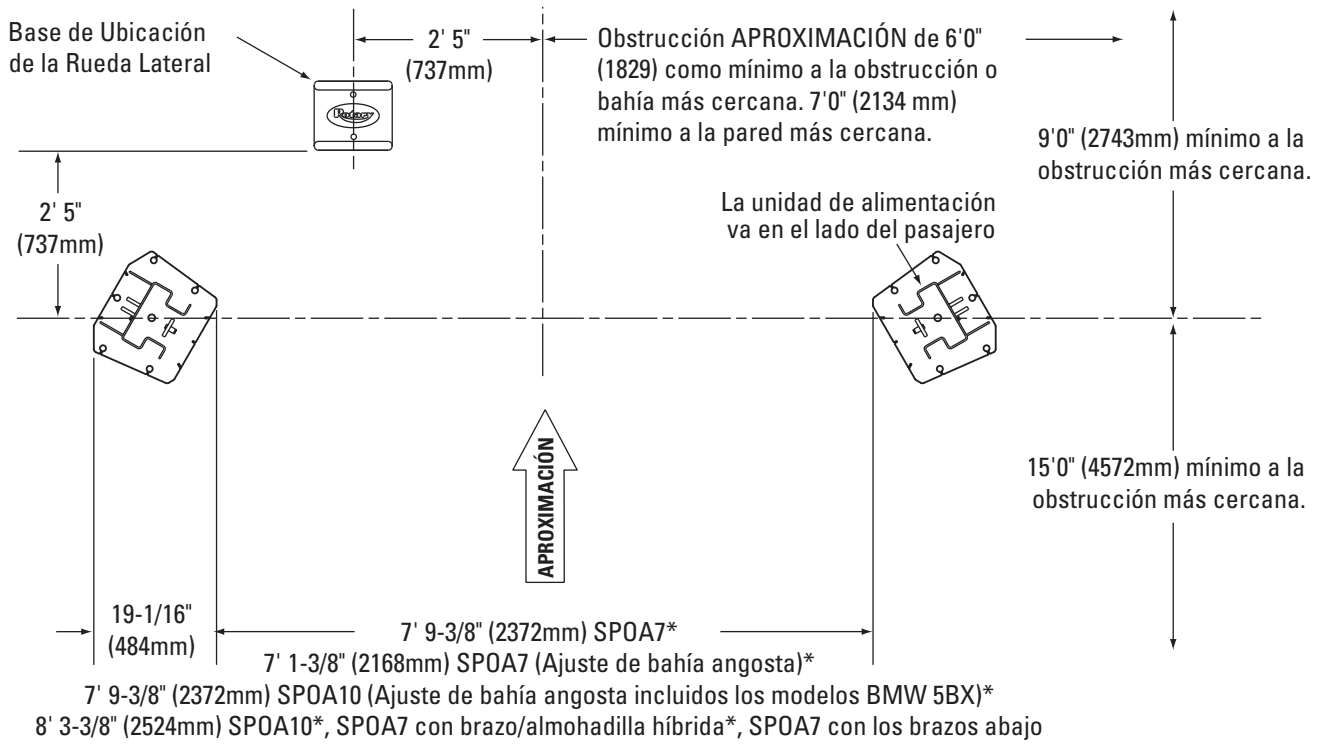
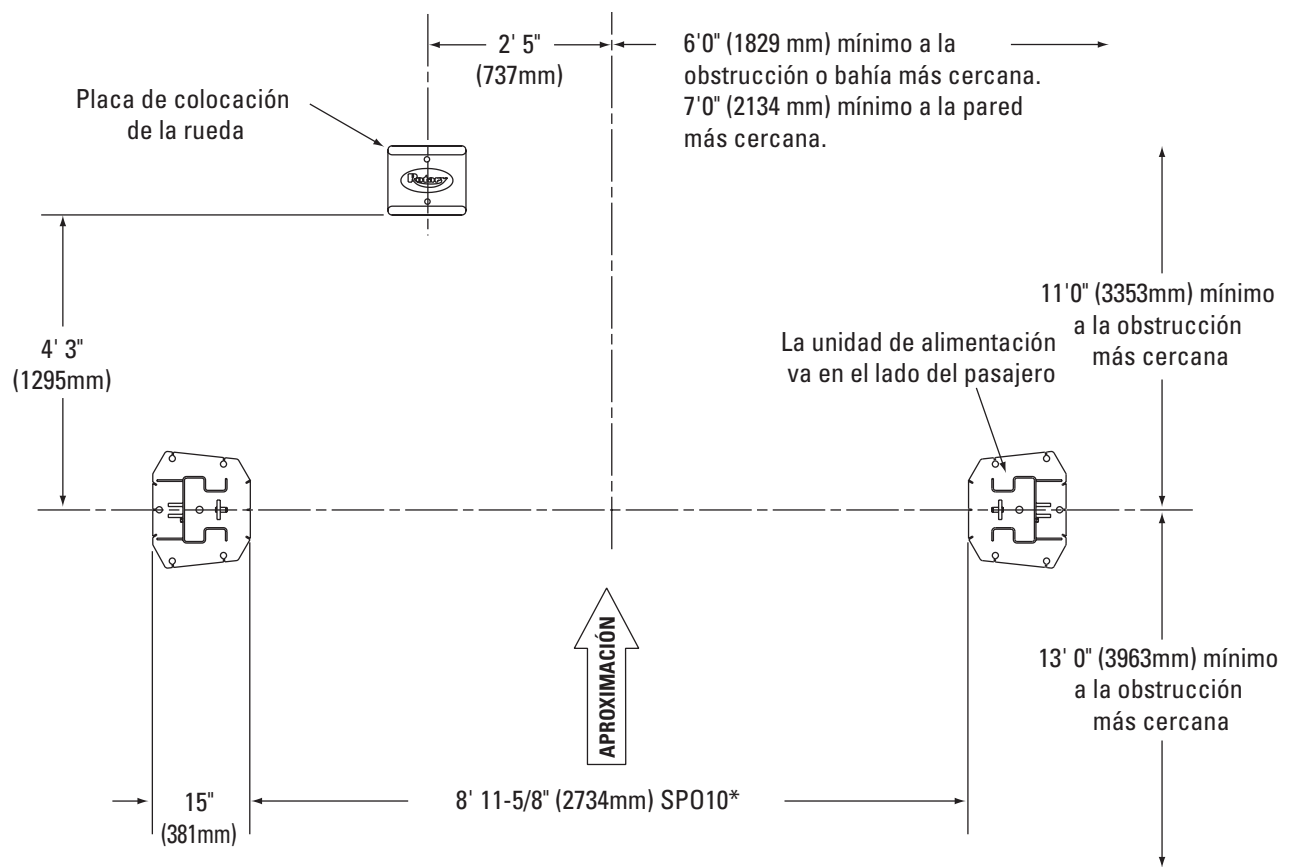
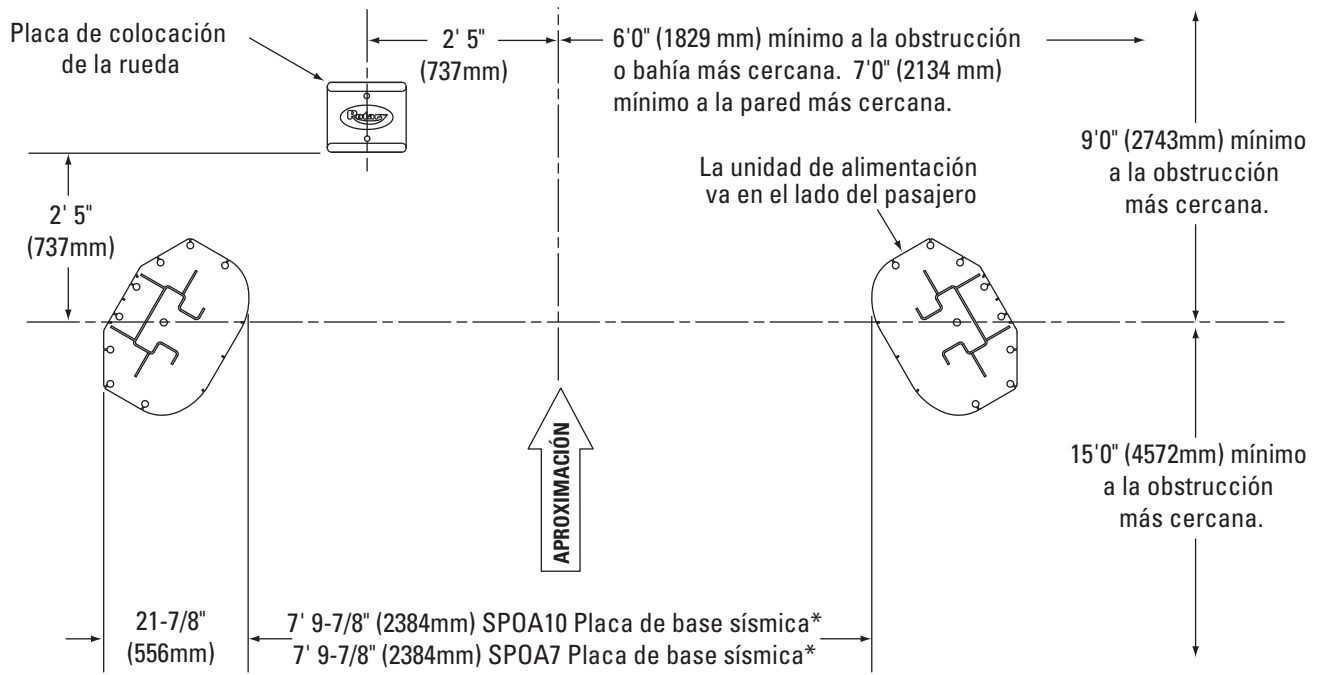
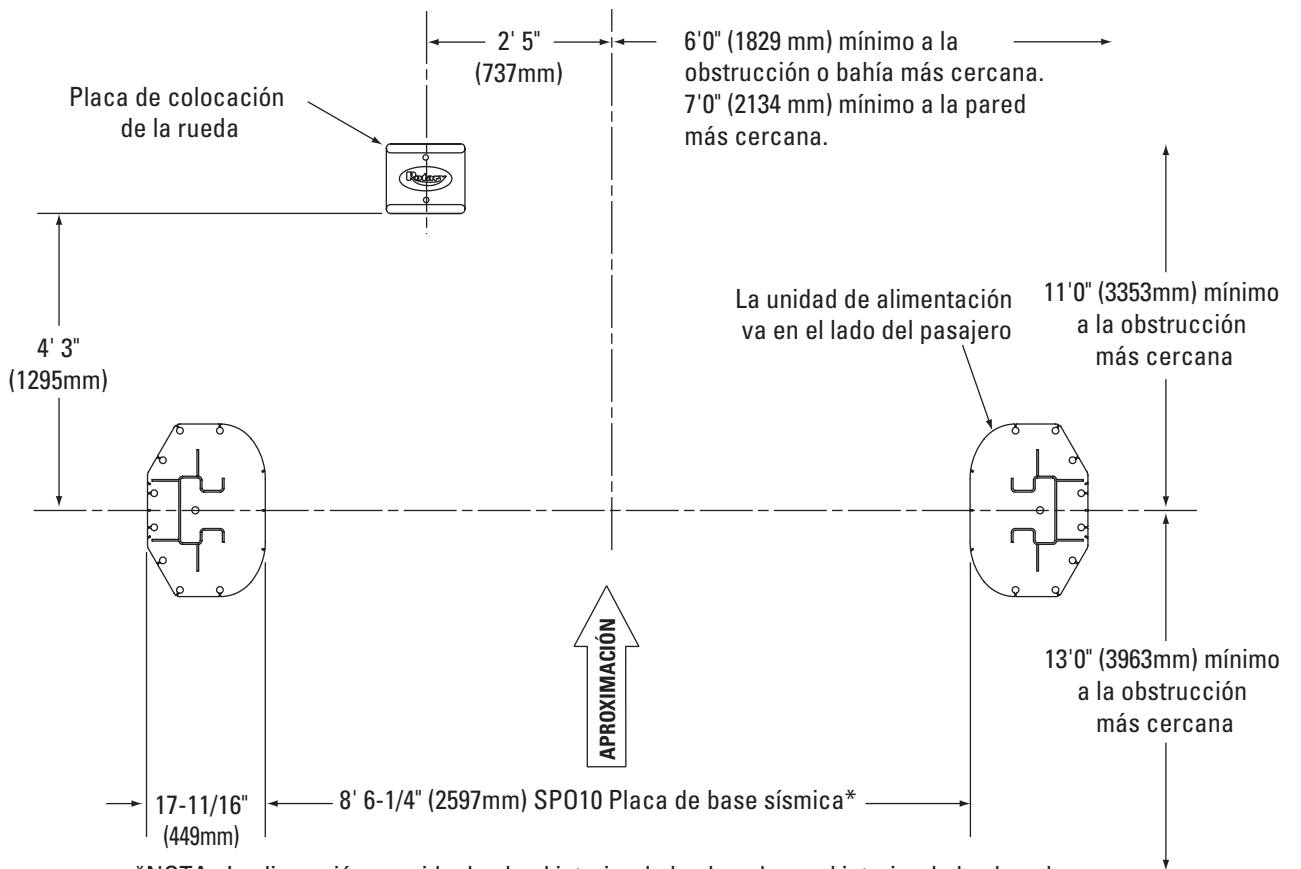

Fig. 1a
Fig. 1b
Fig. 1c
Fig. 1d
24. Wheel Spotting Dish: Position wheel spotting dish as illustrated in Fig. 1a or 1b. Drill (2) 3/8" holes 2-1/2" (64 mm) deep in concrete floor using holes in wheel spotting dish as guide. Drive both anchors, provided, into concrete to secure dish.
1. Ubicación del elevador: Utilice planos arquitectónicos cuando estén disponibles para ubicar el elevador. Fig. 1a, Fig. 1b, Fig. 1c, Fig. 1d, muestran las dimensiones de una distribución típica de la bahía.
6. Ajuste del Elevador: Posicione las columnas en la bahía utilizando las dimensiones mostradas en la Fig. 1a y la Fig. 1b. Coloque la columna con el soporte de montaje de la unidad de energía al lado del vehículo de pasajeros del elevador. Ambas bases traseras de la columna deben cuadrarse a la línea central del elevador. Las muescas están cortadas en cada base para indicar la línea central del elevador. Utilice equipo apropiado para levantar los carriles a la primera posición de aseguramiento. Asegúrese de que el cerrojo se encuentre bien acoplado.